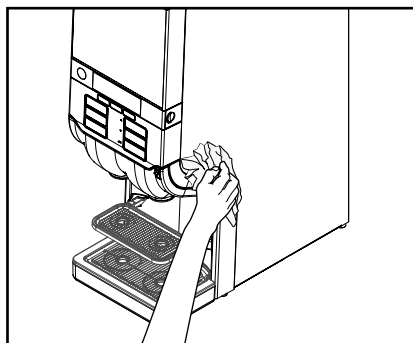

Fig. 33
6. Tør det udvendige af kaffemaskinen af med en fugtig og ren klud (fig. 33).